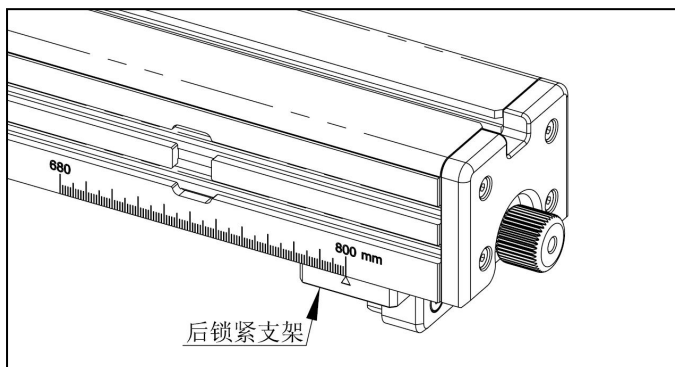

图 6-15
- (3) 如图 6-15 所示，检查指针指示位置与台板宽度是否一致（产品出厂时，指针均指向 800mm 位置）。如不一致，则需要调整“后锁紧支架”的位置，使指针指示刻度与台板宽度一致，调整方法如下：